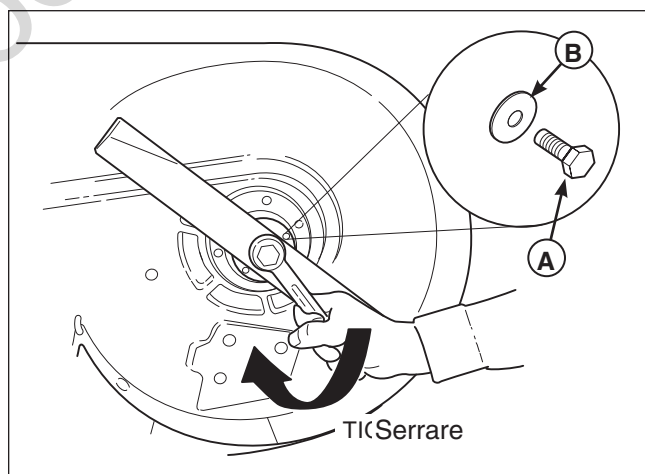

Figura 19. Installazione della lama
7. Rimontare le lame con la linguetta rivolta verso il piano come indicato nella Figura 19. I distanziatori della lama, la lama, la rondella e il bullone devono essere rimontati nell'esatto ordine in cui sono stati rimossi. Serrare i bulloni con torsione di 94-120 Nm (70-90 piede libbre).